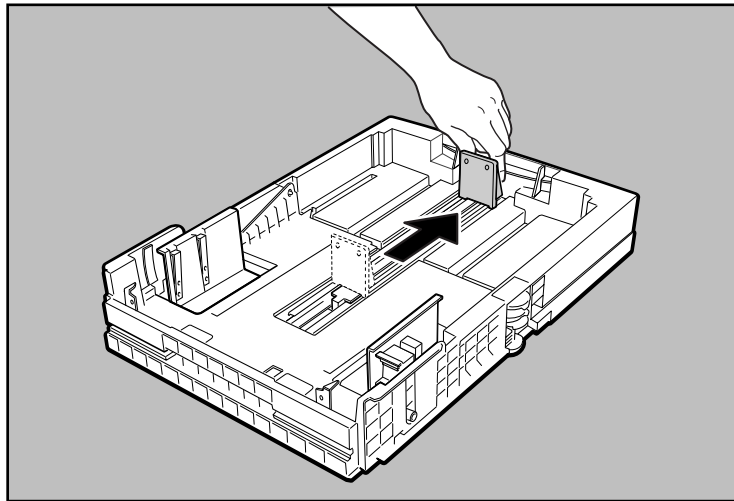

Fig. 2.18 Spostare la guida della lunghezza
3. Sollevare la guida della lunghezza carta in modo da sbloccarla e poi farla scorrere in avanti (fig. 2.18).